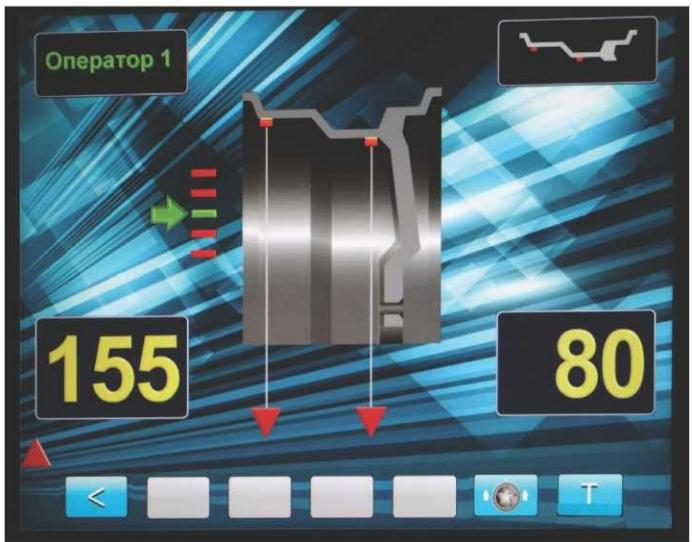

рис.13.2.
13.3. Выдвигайте штангу, следя за перемещением нижнего красного треугольника. В момент, когда штанга будет выдвинута на величину дистанции равную дистанции при задании положения груза в режиме «AUTOPROGRAMM» (см. п. 11.2 и 11.3) нижний треугольник совместится с треугольником отмечающим положение груза, при этом изображения обоих треугольников станут зелёными (рис.13.2 и 13.3) и прозвучит звуковой сигнал.